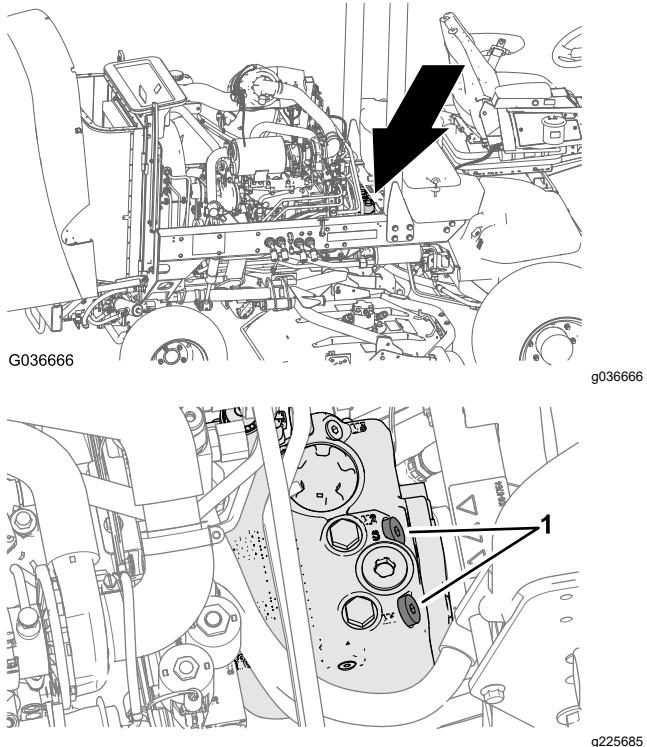

Figure 43
- Ouvrez le capot et localisez les clapets de décharge (Figure 43) au sommet de la pompe, derrière la batterie/les bacs de rangements.